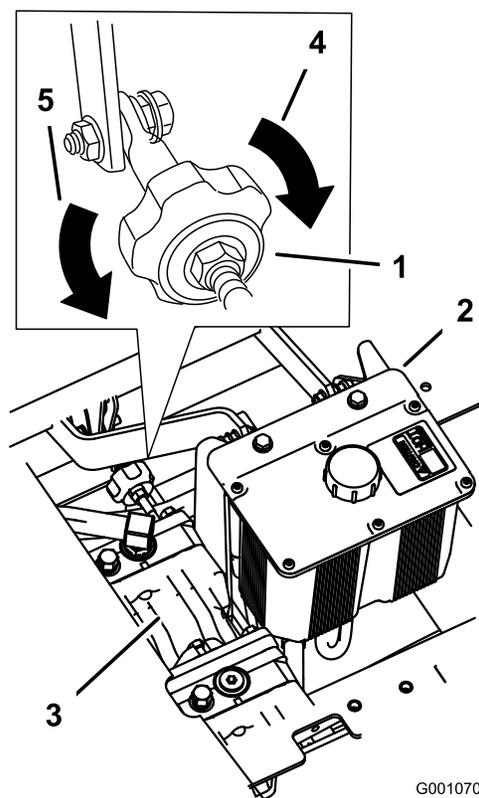

Figura 71
4. Para fazer a máquina ir para a direita, rode o manípulo para o lado direito da máquina; consulte Figura 71.
5. Para fazer a máquina ir para a esquerda, rode o manípulo para o lado esquerdo da máquina; consulte Figura 71.